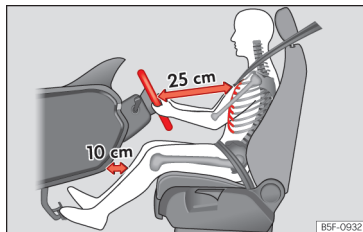

Abb. 15 Der richtige Abstand des Fahrers zum Lenkrad muss mindestens 25 cm (10 Zoll) betragen.
- Lenkrad so einstellen, dass der Abstand zwischen Lenkrad und Brustbein mindestens 25 cm (10 Zoll) beträgt » (Abb. 15) und das Lenkrad mit beiden Händen und leicht gebeugten Armen seitlich am äußeren Rand festgehalten werden kann.